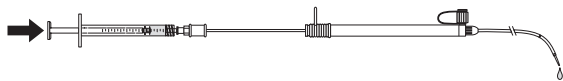

Fig. 3
5. Brug 1 mL sprøjten til at skylle kateterlederlumen på stentindføringssystemet med saltvand gennem muffen. (Fig. 3)